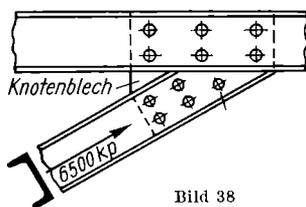

Bild 38
69. Die \lceil -Stahlstrebe eines Drehkrans überträgt eine Druckkraft 6500 kp und soll mit Nieten von 14 mm Dmr. an das Knotenblech angeschlossen werden (Bild 38). Wie viele Niete sind erforderlich bei einer zulässigen Abscherspannung von 900 kp/cm^2 ?